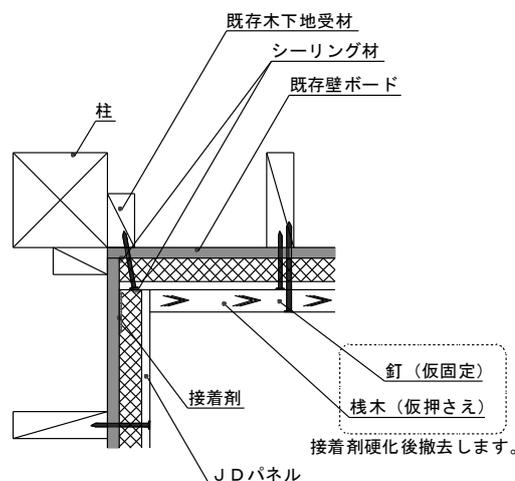

図8 壁一壁の入隅部納まり図(例) 接着剤固定
- ・既存木下地受材が小さい、又は断熱材厚さが厚い等で、ビスの斜め打ちで固定がしっかりできない場合に限って、図8のように補助的に又は限定的に接着剤を使用して下地ボードに固定します。なお、接着剤が硬化するまで栈木等を使い仮押さえをしてください。